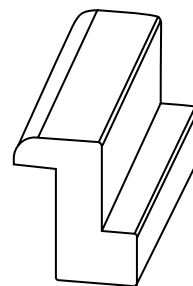

Рис. 9
3.2 Для дальнейшего расчета выберете тип Z-профилей рамы (Рис.9) (См. Книгу продавца).